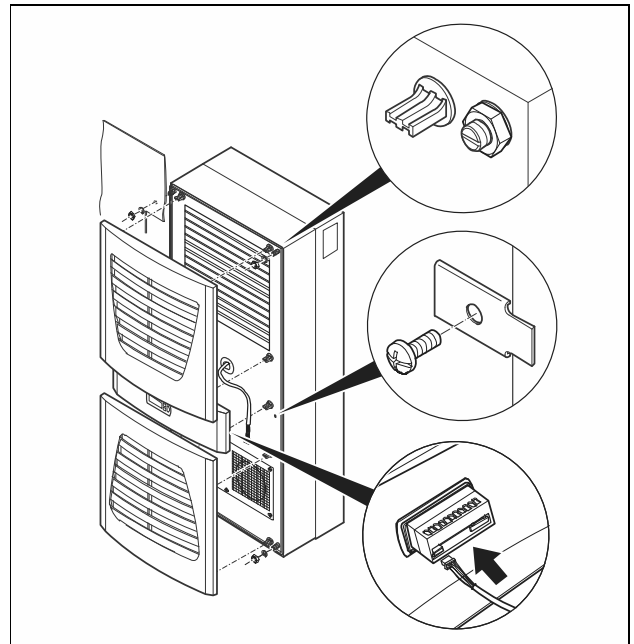

Imagen 17: Fijar el refrigerador
- En caso necesario fije el aparato adicionalmente con las chapas de fijación adjuntas tal y como se muestra en la imagen 17.